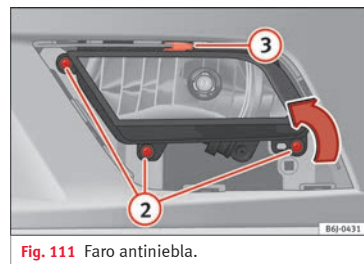

Fig. 111 Faro antiniebla.
- Retire los tornillos (3x) » **fig. 111** ② para extraer el faro antiniebla.
- Retire la grapa metálica situada en la parte superior del faro antiniebla tirando hacia el exterior del vehículo ③.